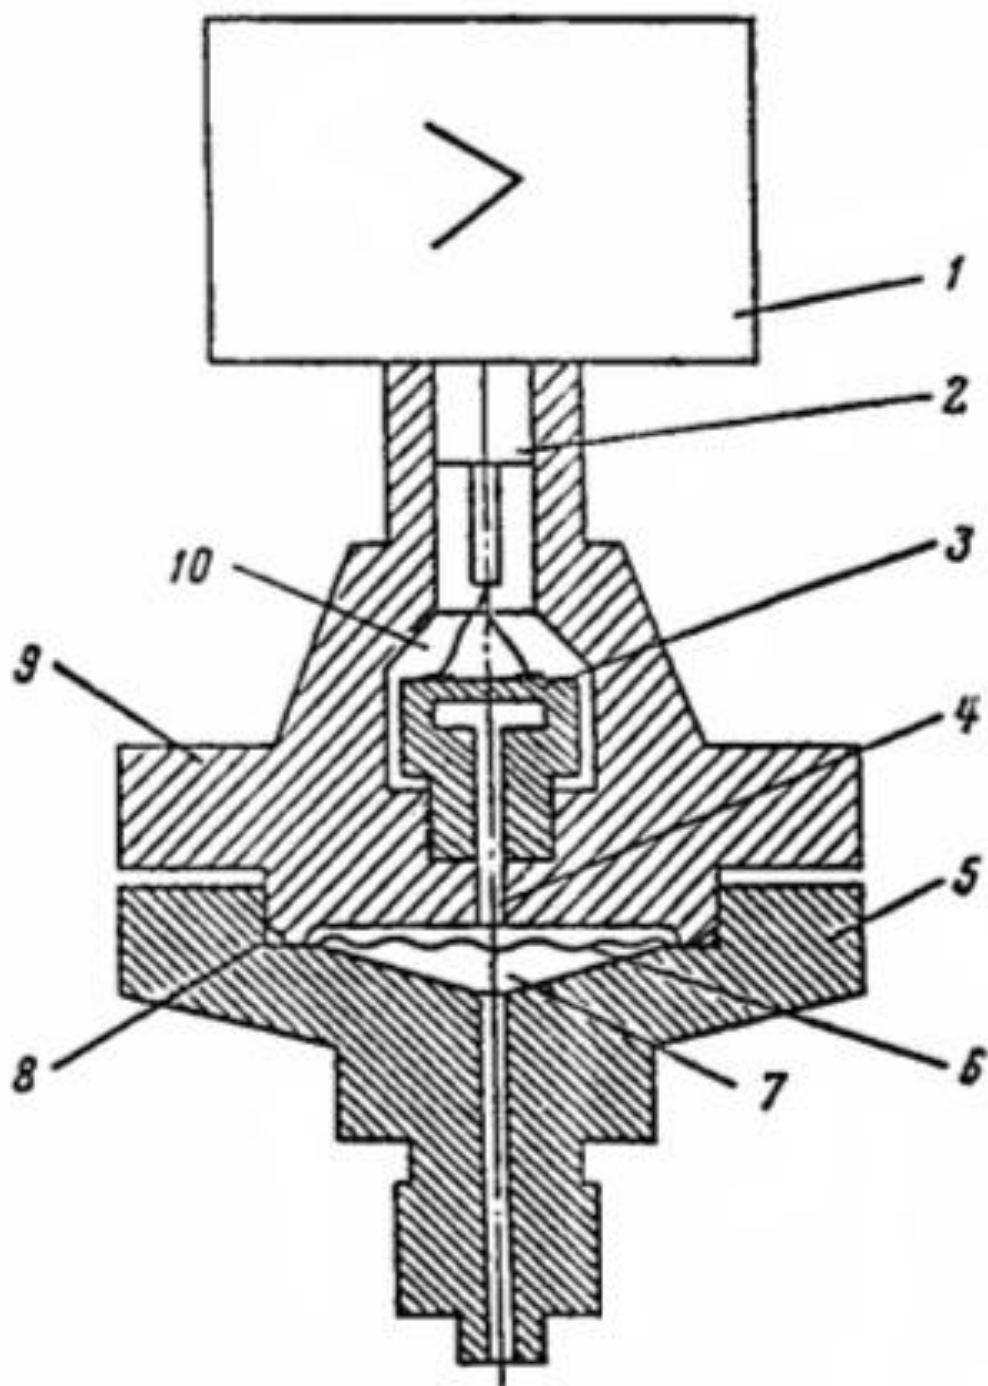

Рис. 1.
6.2. Схема принципиальная преобразователей моделей 2150, 2160, 2170, 2350 представлена на рис. 1.
6.3. Преобразователи моделей 2050 и 2060 отличаются от описанных в п. 6.2. тем, что полость 10 (рис. 1) герметизирована и сигнал передается в электронное устройство по проводам через гермоввод 2.